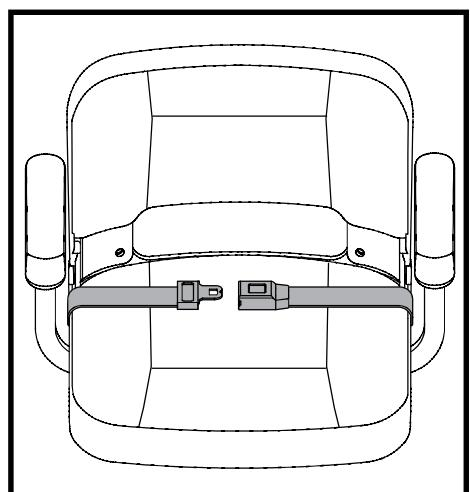

Abb. 30. Rückhaltegurte
Ihr Elektromobil ist mit einem KFZ-typischen Rückhaltegurt ausgestattet, der dem Benutzer angepaßt werden kann. Siehe Abb. 30. Der Rückhaltegurt wurde konzipiert, um ein Auf- oder Abwärtsrutschen des Fahrers zu verhindern. Der Rückhaltegurt ist nicht als Rückhaltesystem entwickelt worden.
1. Schloßzunge in das Schloßteil stecken, bis der Schnellverschluß hörbar einrastet. Siehe Abb. 30.